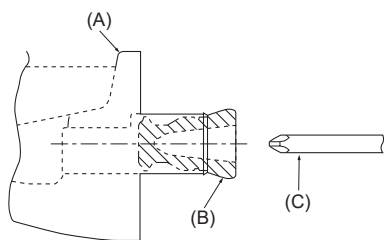

Fig. 5-1
- Ved røropplegg fra venstre side skal gummipluggen føres inn i høyre avløpsåpning. (Fig. 5-1)
- (A) Dreneringsspanne